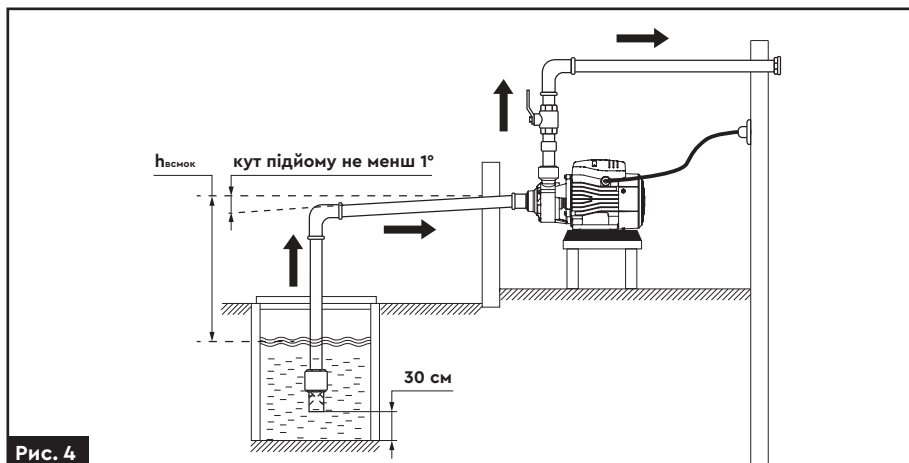

Рис. 4
- Для запобігання потрапляння піску і каміння в насосну частину, встановіть зворотний клапан з фільтром грубого очищення, вертикально на відстані 30 см від дна водного резервуару (**рис. 4**).
- Необхідно забезпечити безперервний кут підйому труби від джерела водозабору до насоса (не менше 1°) для виключення скупчення повітря та утворення повітряних пробок (**рис. 4**).